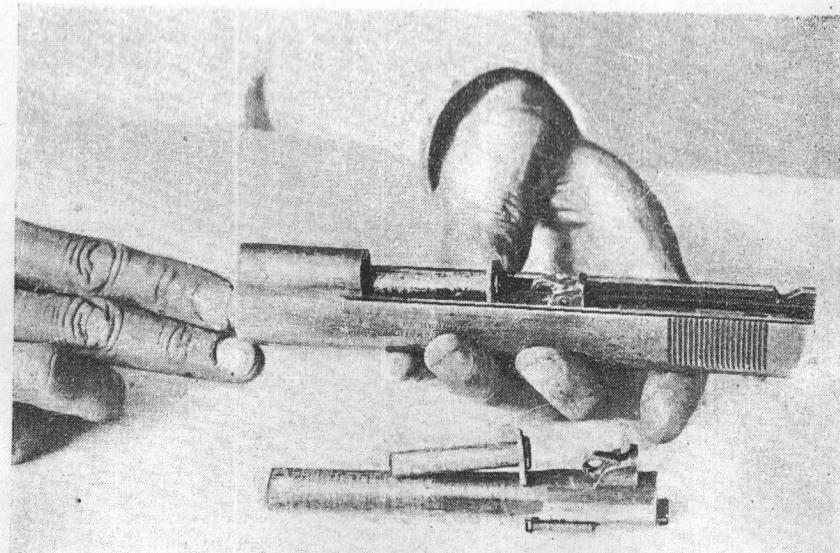

Рис. 26.
14. Вложить ствол в кожух-затвор, для чего, держа кожух открытой частью кверху, вложить спереди в него ствол, откинув предварительно соединительную сережку вперед. Ствол следует вложить так, чтобы поперечные выступы его вошли в соответствующие пазы кожуха-затвора (рис. 26).
15. Вложить в кожух-затвор задний стержень возвратной пружины таким образом, чтобы он своей головкой упирался в начало утолщенной части ствола и чтобы полукруглый вырез головки прилегал к стволу (рис. 26).